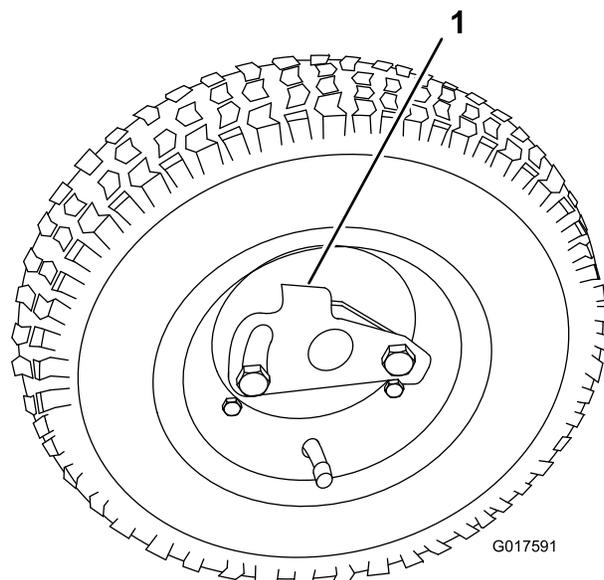

図 12
2. 車輪についているロッククリップが車軸に掛かるようにして車輪を六角シャフトに通す 図 12。